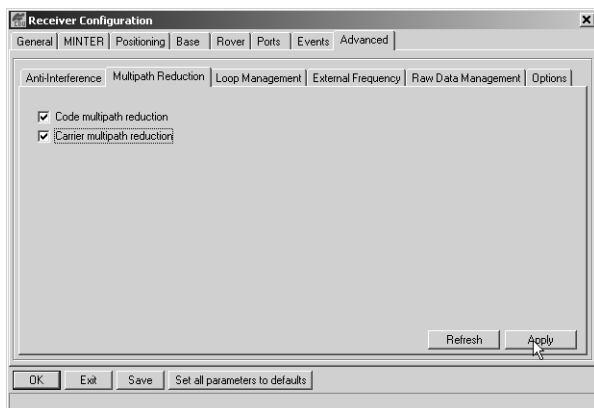

Figura 3-3. Advanced->Multipath
3. Haga clic en la pestaña **Advanced** y después en la pestaña **Multipath**, defina los siguientes parámetros, después haga clic en **Apply** (Figura 3-3):